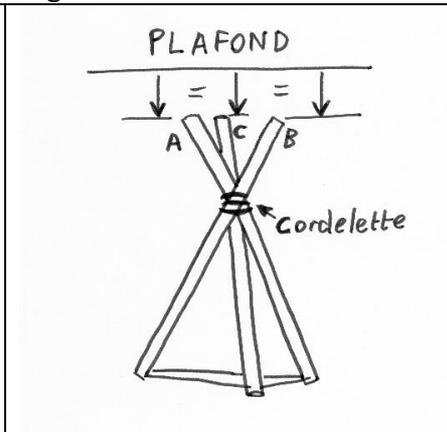

Fig. 5
- 5- Faire ensuite passer le tube C sous la jonction A-B, et rééquilibrer les 3 tubes pour une hauteur égale avec le plafond. Sécuriser à nouveau la jonction des 3 tubes avec la cordelette. (Fig. 5)